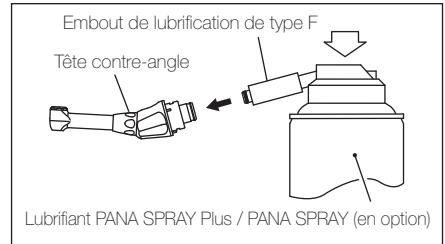

Fig. 9
2. Insérer l'embout de lubrification dans la partie arrière de la tête contre-angle et pulvériser pendant 2 secondes environ. (Fig. 9)